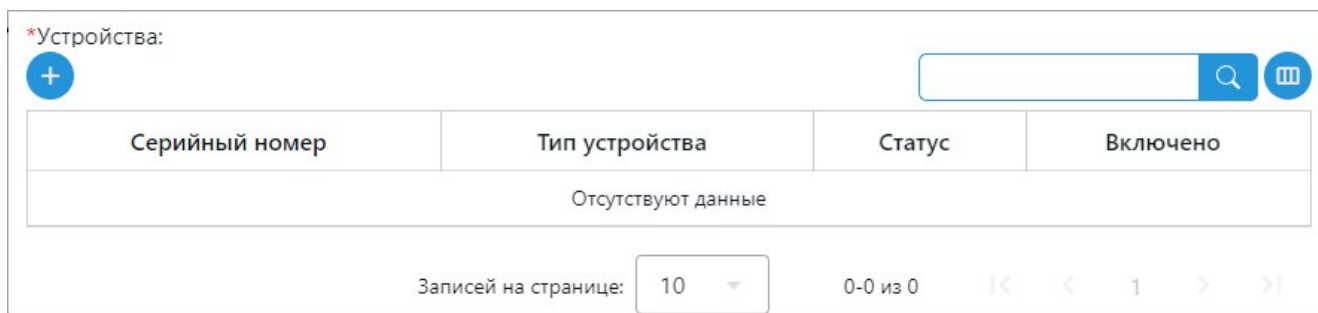

Рисунок 56
*Добавление устройств, архивов измерений, архивов состояний, архивов событий происходит одинаково. Левой кнопкой мыши нажимаем на иконку  сверху над таблицей (рисунок 56).*